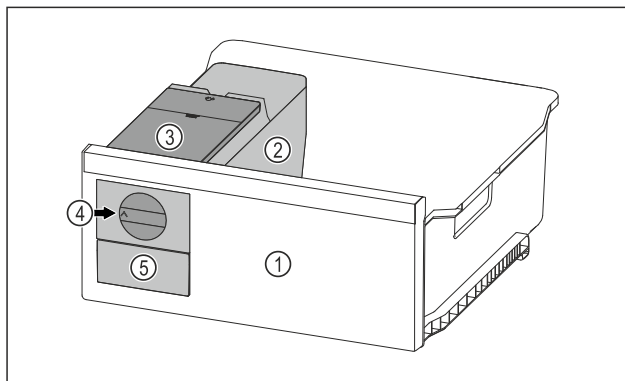

Fig. 150 Ilustratīvs attēlojums
- Pagrieziet grozāmo rokturi Fig. 150 (4) pulksteņrādītāja kustības virzienā līdz galam.
- Ledus gabaliņi krīt ārā no trauciņa ledus gabaliņiem iekšā ledus gabaliņu atvilktnē Fig. 150 (5).